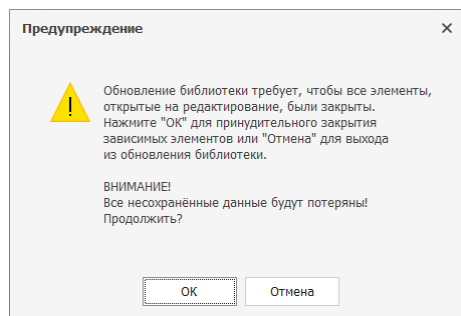

Рис. 9 Предупреждение при обновлении библиотеки о возможной потере данных
3. С учетом системного предупреждения продолжить процесс обновления нажатием кнопки «ОК» или для отмены операции нажать кнопку «Отмена», см. Рис. 9.